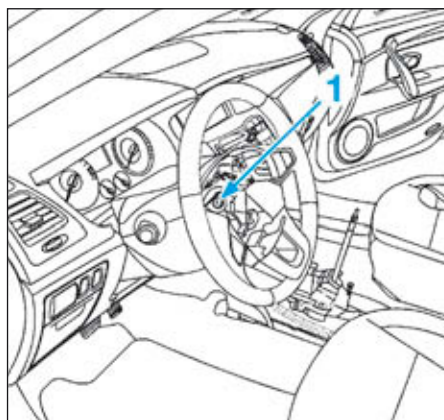

FIG.1
- Déposer la vis (1), puis déposer le volant de direction (Fig.1).